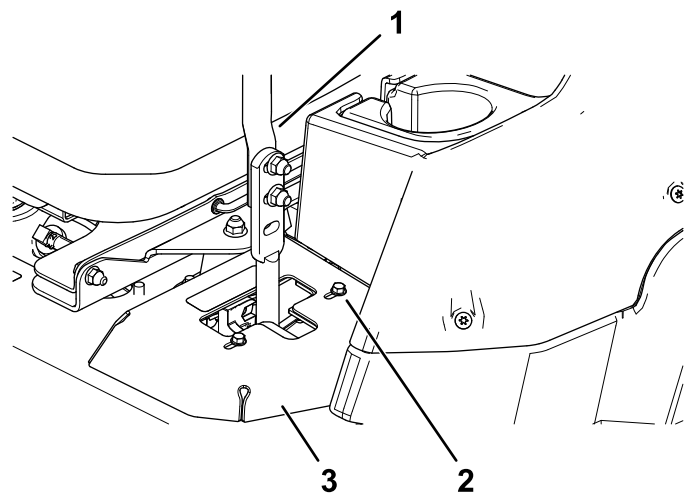

Figure 49
- Si la machine se déporte à droite, desserrez les boulons et reculez la plaque de butée gauche dans la fente en T gauche, jusqu'à ce qu'elle se déplace en ligne droite (**Figure 49**).
- Si elle se déporte à gauche, desserrez les boulons et reculez la plaque de butée droite dans la fente en T droite, jusqu'à ce qu'elle se déplace en ligne droite (**Figure 49**).
8. Serrez les boulons de la plaque de butée (**Figure 49**).